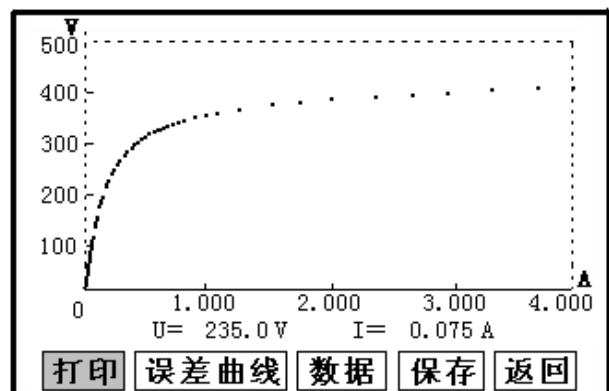

图 7
接线图见（图 6），测试仪的 K1、K2 为电压输出端，试验时将 K1、K2 分别接互感器的 S1、S2（互感器的所有端子的连线都应甩开）。合上功率开关，设置完毕按“开始”键后，再按下“确定”键，即可进入试验界面。试验开始后仪器将自动升压、升流并在界面上实时显示电压、电流值。当实际电压、电流值达到设置输出电压或输出电流值时试验结束，调压器回零后，切断电压输出，显示拐点电压、电流值，并绘出伏安特性曲线图。（见图 7）
试验结束后，屏幕显示出伏安特性测试曲线（见图 7）。该界面上各操作功能如下：
- 误差曲线：在图 7 的界面中，将光标移至“误差曲线”选定后，屏上
如果用户想查看或转存其中的某一个记录，可以将光标移动到该组记录，点击后液晶屏上会显示此记录的伏安特性曲线，如图 7 所示，在此界面下，用户可以打印，计算误差曲线，查询拐点、数据等功能。